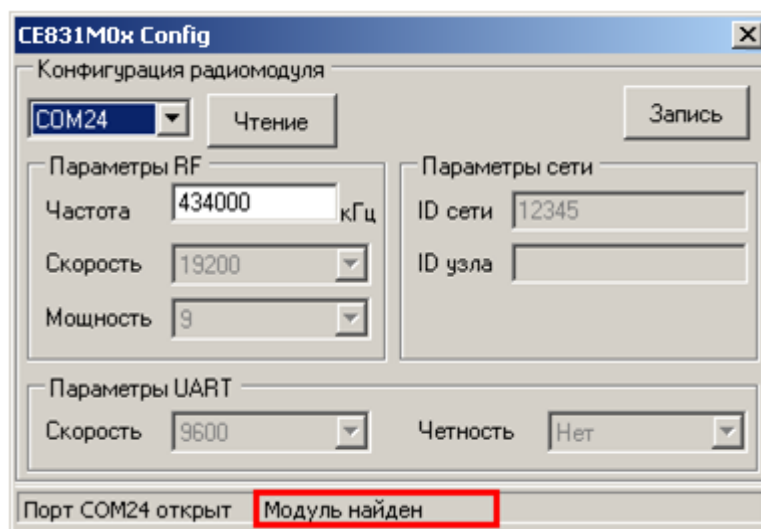

Рисунок 55 – Строка статуса после установления связи с радиомодулем
- Подать питание на счетчик, при этом в строке статуса должна появиться надпись «Модуль найден» (рисунок 55). В случае если модуль не найден, проверить правильность подключения модуля к ПК, отключить питание счетчика и повторно подать.
- После того, как связь с радиомодулем счетчика установлена, частоту радиоканала радиомодуля можно изменить (если требуется). Для этого необходимо ввести новое значение частоты в соответствующее поле ввода (см. рисунок 55).